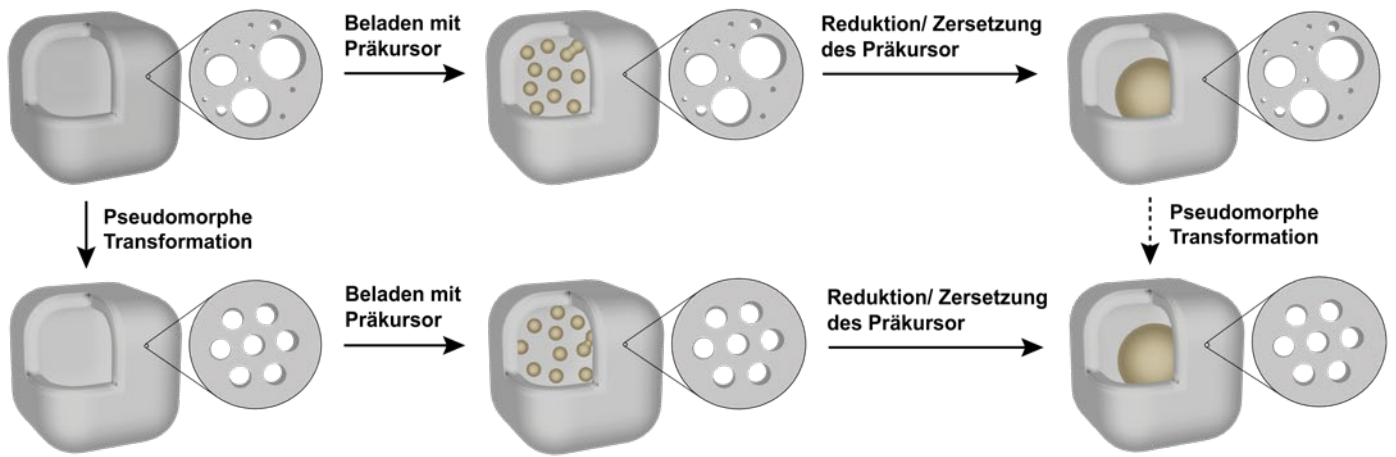

Abbildung 3: Vorgehensweise zur Herstellung von beladenen HMSC nach der Ship-in-a-Bottle-Methode.
Migration in das Scaffold-Innere und führt zu zellfreien Hohlräumen im Scaffold-Kern. Zudem führt es zu einer inhomogenen Zellverteilung mit unterschiedlichen lokalen Zelldichten. Diese kann das Verhalten von Zellen beeinflussen und so zu einem Zellkonstrukt mit inhomogener biologischer Aktivität führen. Letzteres verhindert u.a. das Generieren von repräsentativen Daten. Die Zellverteilung wurde über zwei Assays, den MTT-Assay und den AlamarBlue™-Assay untersucht. Mit dem MTT-Assay kann die metabolische Aktivität der Zellen visualisiert werden, indem metabolisch aktive Zellen einen gut wasserlöslichen Farbstoff in einen wasserunlöslichen Farbstoff umsetzen. [9] Dies erlaubte die 3D-Visualisierung der Zellen im Scaffold (Abb. 3). Der AlamarBlue™-Assay funktioniert ähnlich. Es wird dabei ein Farbstoff von metabolisch aktiven Zellen umgesetzt, wobei ein fluoreszenter Farbstoff gebildet wird, der im Anschluss photometrisch quantifiziert wird. [10] Dies erlaubt, eine Aussage über die Zellzahl und damit über die Proliferationsfähigkeit bzw. metabolische Aktivität und im Fall des MTT-Assays deren Verteilung zu treffen. Die Kombination beider
**Abb. 3: MTT-Staining von mit hMSC besiedelten Scaffolds.** l = laterale Ansicht, v = vertikale Ansicht, vs = vertikaler Schnitt, 1d = 1 d nach Besiedlung, 14d = 14 d nach Besiedlung. Pinke Färbung zeigt metabolische Aktivität von hMSC im Kollagenscaffold nach 1 d und 14 d. Die Blankprobe wurde im selben Medium ohne Zellbesiedlung kultiviert und mit MTT behandelt. Die Blankproben zeigen keine Verfärbung, was darauf hindeutet, dass keine Background-Färbung stattfindet und die pinke Verfärbung durch aktive Zellen verursacht wird. 1 d nach der Besiedlung ist eine homogene Verfärbung bei allen Ansichten erkennbar, bis auf leicht hellere Stellen in der Scaffold-Mitte. Nach 14 d ist eine stärkere und homogenere Färbung erkennbar.
«ausen nach innen» zu erhalten. Wie in Abbildung 3 vereinfacht dargestellt, wurden dazu die HMSC mit einem Präkursor vermischt, der durch die Poren in den Hohlraum diffundieren kann. Danach wurde ein Reduktionsmittel dazugegeben, das ebenfalls in den Hohlraum diffundiert und mit dem Präkursor zu einem Nanopartikel (NP) reagiert, das den Hohlraum nicht mehr durch die Poren verlassen kann. Abschliessend wurde der Vergleich zwischen «direkt» synthetisierten HMSC und HMSC, die mittels pseudomorpher Transformation hergestellt wurden, gemacht. Dieser Vergleich konnte einen weiteren Hinweis auf die Struktur der Silica-Schale und die Zugänglichkeit des Hohlraums liefern.